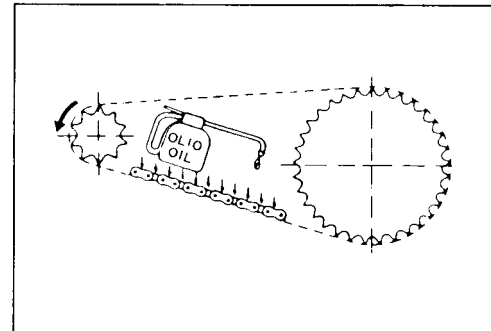

Fig. 25
**Lubrificare frequentemente la catena** con olio (fig. 25) (vedi Tabella Lubrificanti) circa ogni 1000 km di percorrenza.